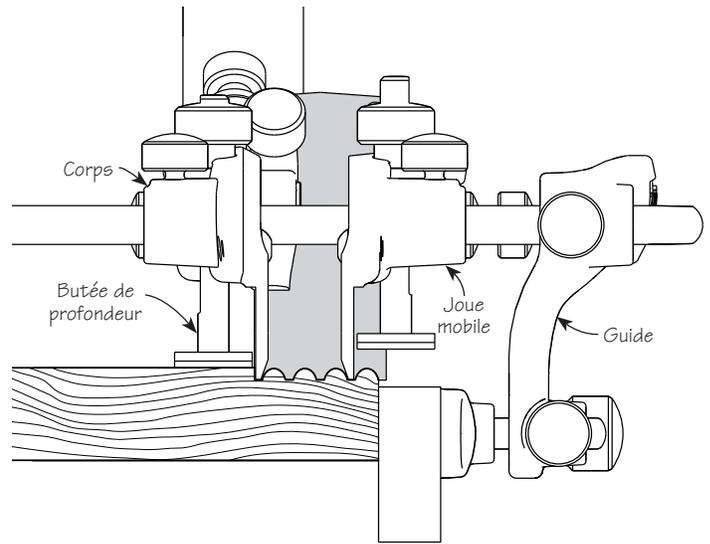

Figure 13 : Réaliser des baguettes multiples
2. Faire coulisser la joue mobile vers le corps jusqu'à ce que sa semelle soit située à l'intérieur de la portée de la lame, de manière à s'appuyer sur le carré de la baguette extérieure, comme l'illustre la **figure 13**.